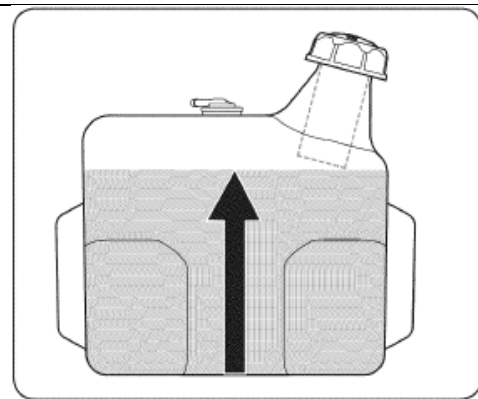

Рис. 6
**ВАЖНО:** Не переполняйте топливный бак. Заполняйте бак не более чем на 1,5 см от нижнего края заливной горловины, оставляя место для расширения бензина. См. Рис. 6.